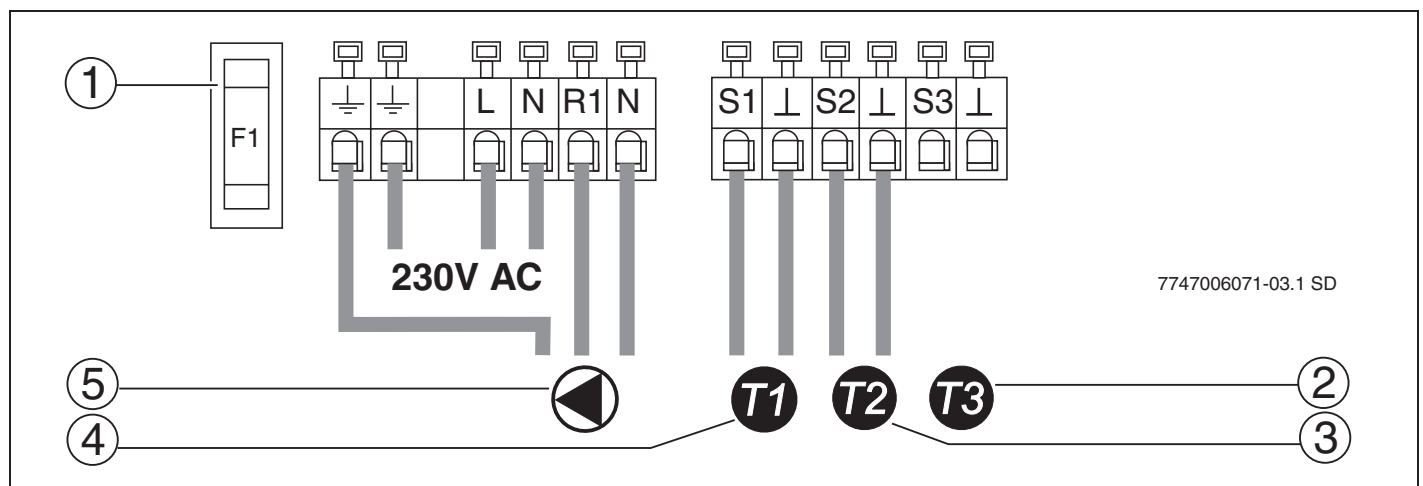

Рис. 6 Схема соединений
- ▶ Подключите провода в соответствии со схемой соединений (→ рис. 6).